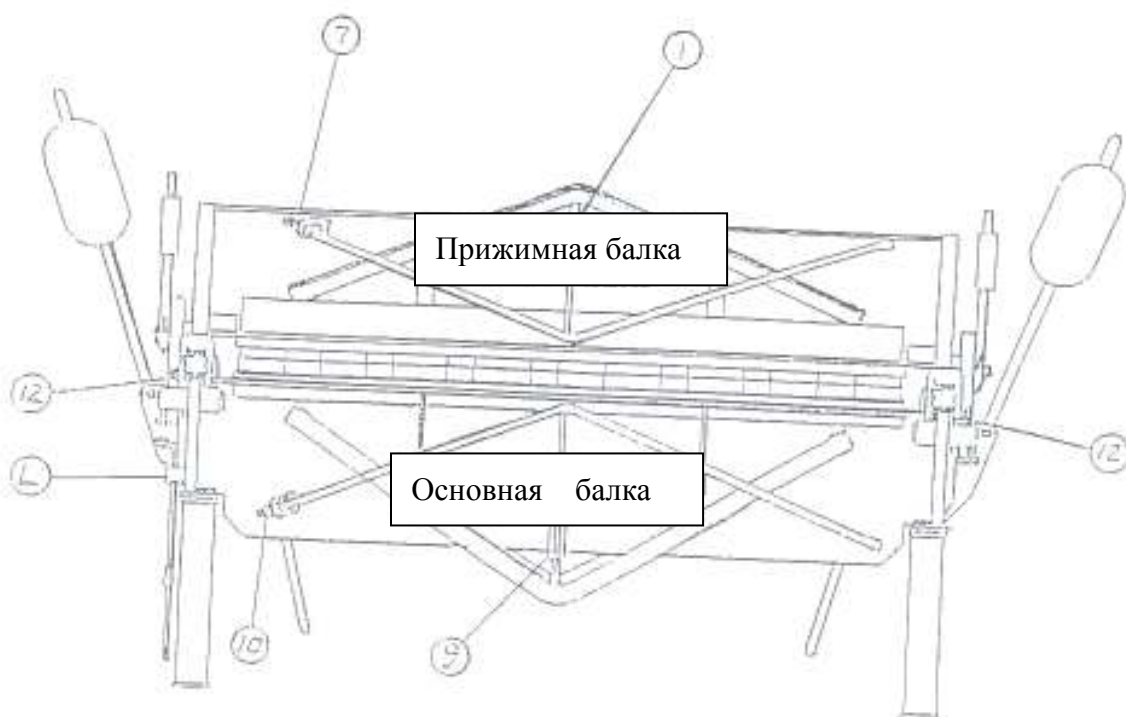
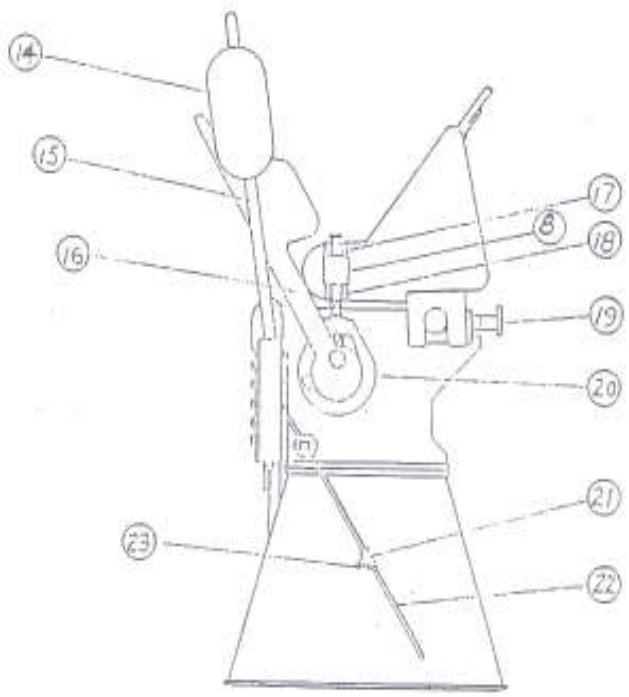
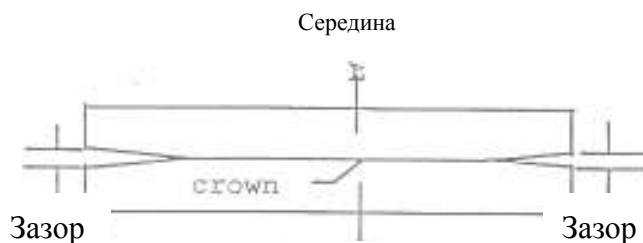

Рис. 2 Вид сзади
Рис.3 Вид правого торца
Рисунок 7
1. Ослабить гайки 17, 18 (Рис. 3) на каждом торце машины, при этом рукоятки зажима 10, 10-1 находятся в передней позиции.
2. На задней панели машины полностью ослабить гайки 1 и 7 (Рис. 2). Закрутить гайку 1 так, чтобы в тяге появилось натяжение, и сделать еще один полный оборот для машин MFB/S 1225, 2025, 2525, 2516, примерно $1\frac{1}{2}$ оборота для машин MFB/S 3020, 3016, 3712, 4008. Далее, закрутить гайку 7 до натяжения в тягах и сделать еще примерно $\frac{1}{2}$ оборота для машин MFB/S 1225, 2025, примерно $\frac{3}{4}$ оборота для машин MFB/S 2525, 2516, 3020, 3016 и почти полный оборот для машин MFB/S 3712, 4008. Рассмотреть вид машины сзади. Слева и справа зазор между основной и прижимной балками должен быть одинаковым, при условии, что середина прижимной балки касается основной (Рис.7). При необходимости, отрегулировать. Затем отрегулировать усилие зажима заготовки, для чего две полосы метала шириной 50...70мм зажать по краям рабочей зоны. Гайками 17, 18(Рис.3) добиться степени зажатия, при которой полосы можно сдвигать рукой с небольшим усилием. Затянуть контргайки. **Настройку усилия зажима необходимо выполнять при смене толщины заготовки.**
Запрещается загиб против швов, если передаточные рычаги 20 (Рис. 3) не отрегулированы для зажима толщины всех слоев шва; а прижимная балка не отрегулирована должным образом для получения соответствующего радиусагиба. Использовать только материал с прямоугольными краями – закругленные края станут причиной деформации гибочных кромок.
Регулировка осуществляется смещением кромки прижимной балки относительно линии сгиба. Эта величина должна быть не менее чем толщина обрабатываемого листа умноженная на 1,2 и соответствовать минимально допустимому радиусу (см. табл. Ниже и рис. 16). Регулировка осуществляется маховиками 19 (Рис. 3 и 4), при незакрытых рычагах 16(Рис.3) (кромка прижимной балки опирается на станину без усилия).
Упор угломера 21 (Рис. 3) ограничителя углагиба может располагаться в любой точке рейки угломера 22. Его положение фиксируется с помощью стопорного болта 23.
Противовес 14 (Рис. 3) может подниматься и опускаться на штанге 15 для балансировки гибочной балки.